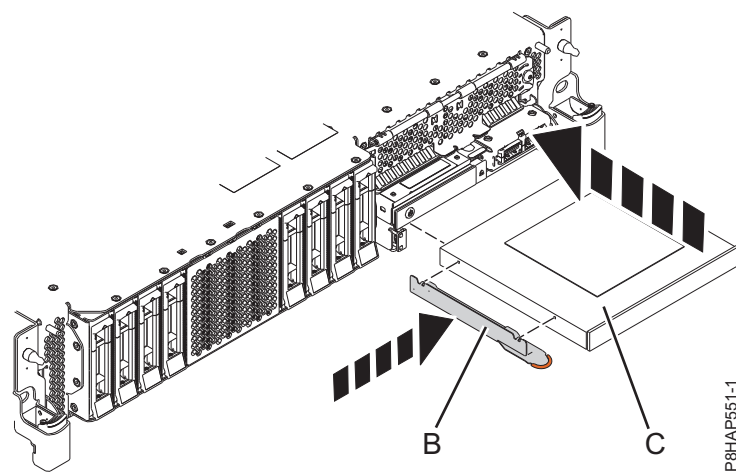
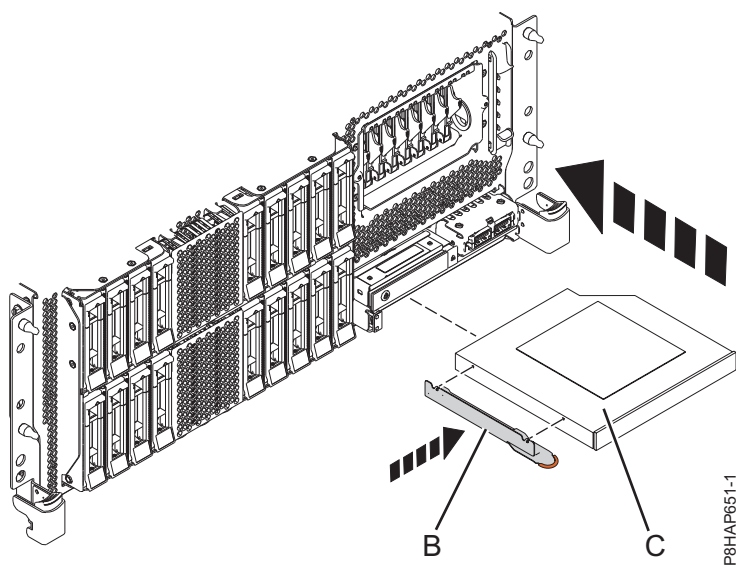
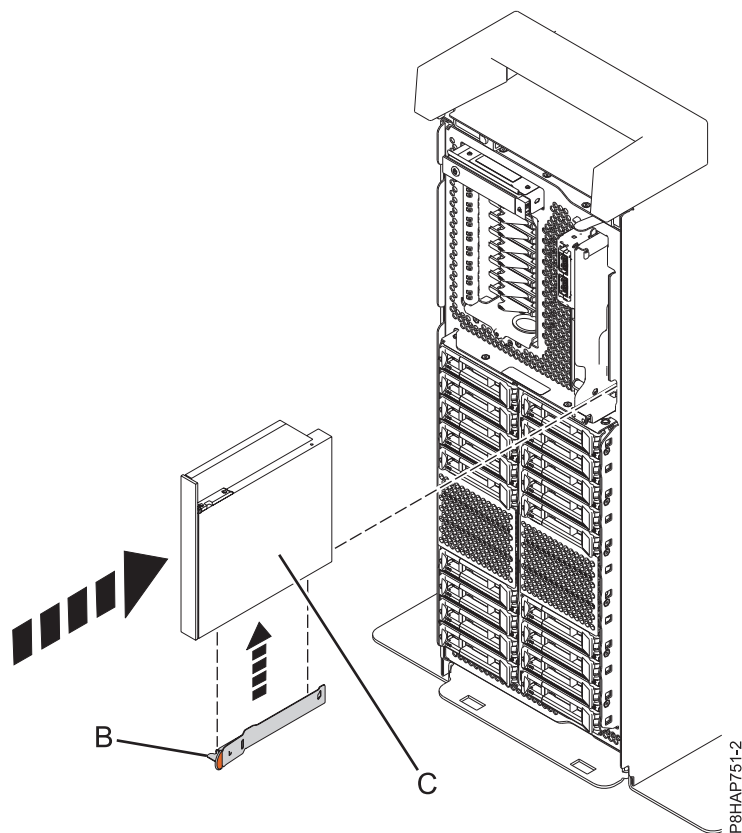

Figura 6. Instal·lació d'un dispositiu de suport d'emmagatzematge extraplà en un sistema 8284-21A o 8284-22A
Figura 7. Instal·lació d'un dispositiu de suport d'emmagatzematge extraplà en un sistema 8286-41A o 8286-42A muntat en bastidor
Figura 8. Instal·lació d'un dispositiu de suport d'emmagatzematge extraplà en un sistema autònom
5. Fixeu la peça de subjectió (**B**) al dispositiu de suport d'emmagatzematge extraplà nou, com es mostra a El model Figura 6 a la pàgina 11 per un sistema 8284-21A o 8284-22A, el model Figura 7 a la pàgina 11 per un sistema 8286-41A o 8286-42A o el model Figura 8 a la pàgina 12 per un sistema 8286-41A autònom.
Per un sistema 8284-21A o 8284-22A, consulteu Figura 6 a la pàgina 11, per un sistema 8286-41A o 8286-42A muntat en bastidor, consulteu Figura 7 a la pàgina 11 o per un sistema 8286-41A autònom, consulteu Figura 8 a la pàgina 12.